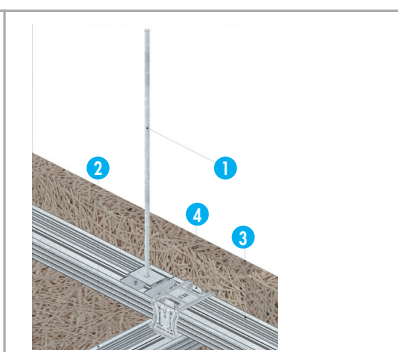

Fig. 3
- Des tiges filetées + des suspentes clip CD60 ou suspente U CD60. (Fig. 3)
Nomenclature de la figure 3